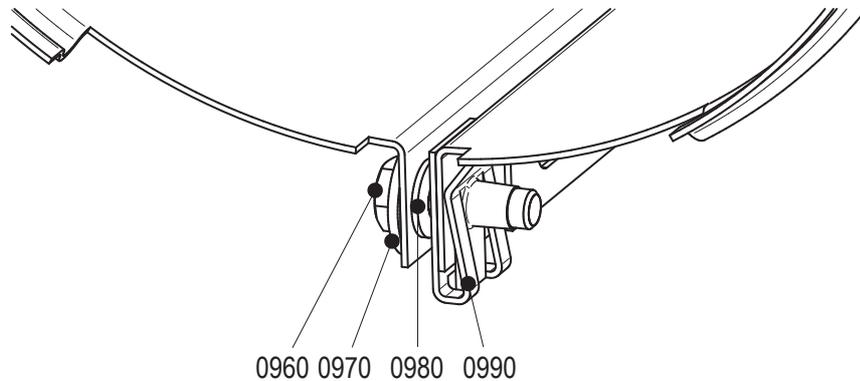

Abbildung 9: Montieren der Haube.
- 1 Schrauben lösen (0960). Siehe Abbildung 9.
- 3 Schutzhaube schließen und Schraube (0960) anbringen. Siehe Abbildung 9.
- 5 Schutzhaube schließen und Schraube (0960) anbringen. Siehe Abbildung 9.